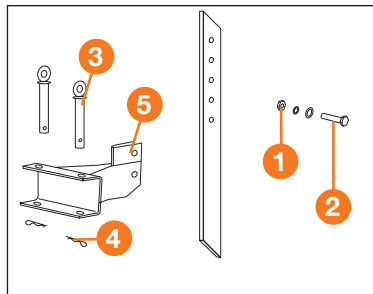

Рис. 6
- Зафиксируйте сошник, установив болт **2** и затянув гайку **1**. Правильная регулировка зависит от почвы (Рис. 6).